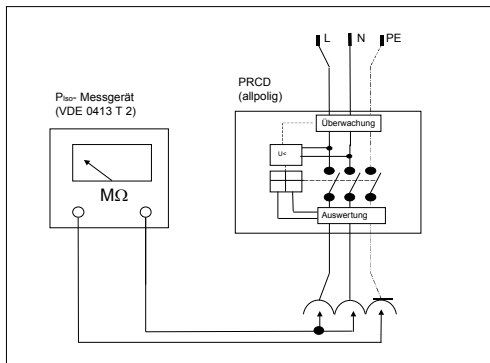

Bild 10 Isolationsmessung 1
- Die RCD kann wegen der Unterspannungsauslösung ohne Netzspannung nicht eingeschaltet werden. Es sind mindestens zwei Messungen erforderlich (siehe Bild 10 und 11).